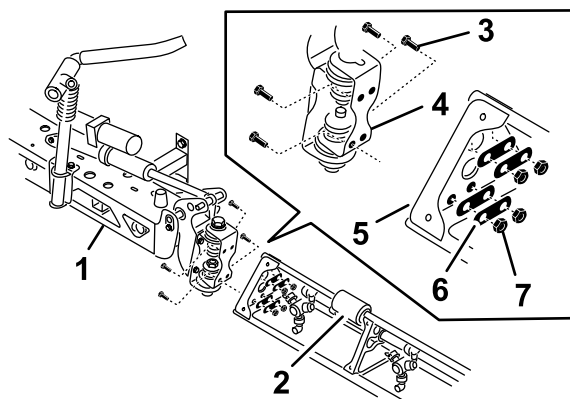

Figura 40
- Rotii fiecare suport pivot la capătul seciunii centrale a braului, astfel încât suporturile să se alinieze vertical (**Figura 40**).
4. Asamblai placa cu balamale pe placa triunghiulară folosind 4 uruburi cu guler, 4 plăci de bază și 4 piulie cu guler (Figura 40), pe care le-ai demontat la pasul 1.
6. Aliniați capătul tijei cilindrului de ridicare a braului cu orificiile din cornul suportului pivot (Figura 40).
7. Fixați capătul tijei pe suportul pivotant cu un tift cu cap și gaură pentru cui spintecat și cu un tift în formă de agrafă (Figura 40).